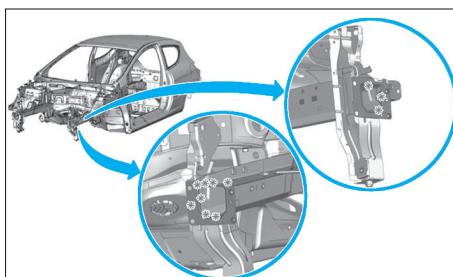

FIG. 1
- Fraiser les points de soudure (Fig.1).